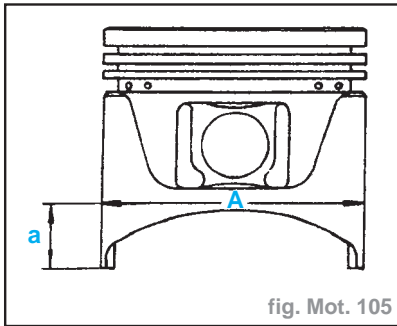

fig. Mot. 105
- Mesurer le diamètre de jupe du piston (fig. Mot. 105 & 106) :